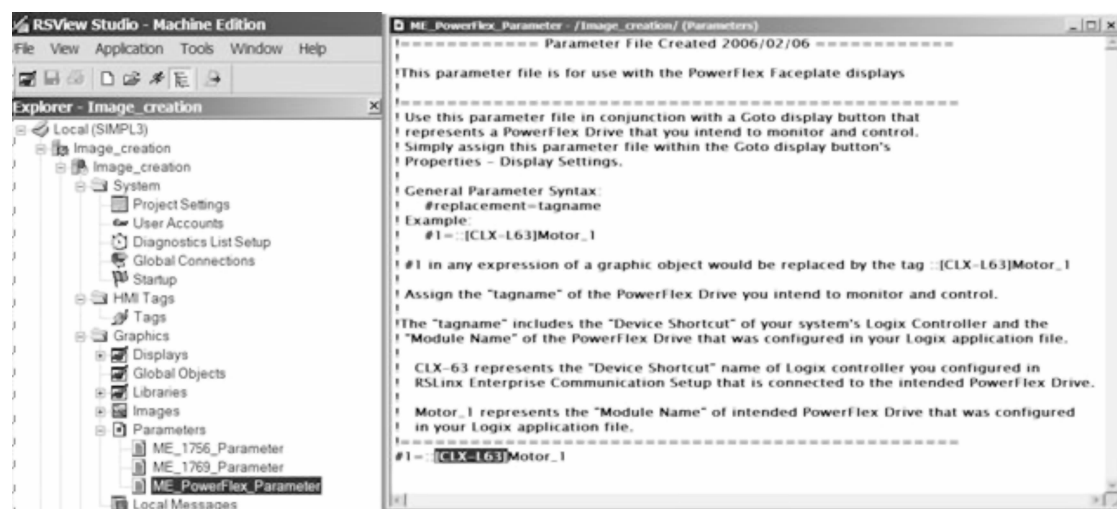

图 24-28 编辑“设备快捷方式”名称
a) 双击面板参数文件，然后编辑“设备快捷方式”名称，以与先前在 RSLinx Enterprise 通信设置中组态的 Logix 控制器（如 CLX-L63）匹配，如图 24-28 所示。